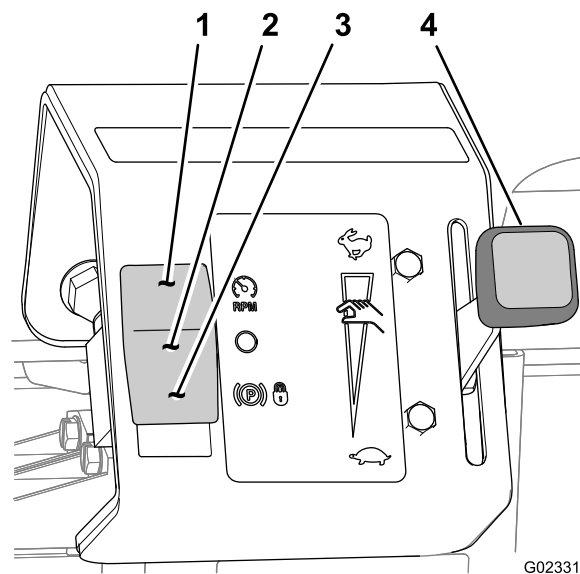

Figure 31
La manette d'accélérateur est utilisée conjointement avec le sélecteur de mode pour limiter le régime moteur maximal ou établir un régime moteur fixe (Figure 31).
Le sélecteur de mode (Figure 31) permet de commander la fonction de la manette d'accélérateur pour les opérations suivantes :
2. Amenez la manette d'accélérateur à la position bas régime (Figure 31).
3. Enfoncez le sélecteur de mode à la position de limitation de la vitesse de déplacement (Figure 31).
6. Rapprochez-la de la position haut régime (Figure 31) jusqu'à ce que la vitesse de déplacement voulue soit atteinte.
3. Enfoncez le sélecteur de mode à la position désactivée (Figure 31).
3. Enfoncez le sélecteur de mode à la position de verrouillage de l'accélérateur (Figure 31).
4. Réglez la manette d'accélérateur pour obtenir le régime moteur voulu (Figure 31).
6. Amenez la manette d'accélérateur à la position bas régime (Figure 31).
7. Enfoncez le sélecteur de mode à la position désactivée (Figure 31).